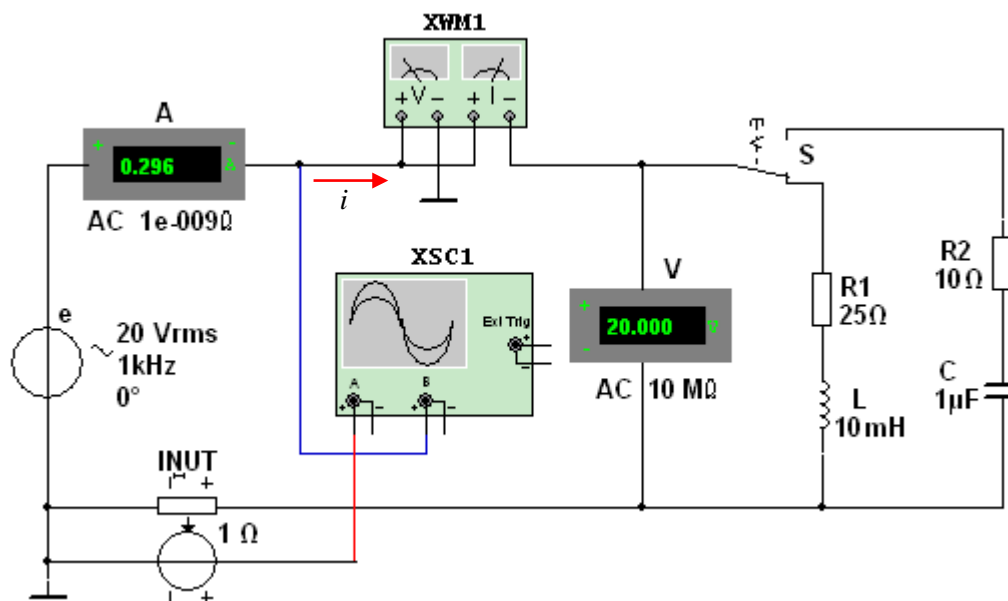

Рисунок 4
С этой целью **собрать** на рабочем поле программной среды MS1 схему цепи (рис. 4), либо **открыть** файл **1.5.MS10**, и **установить**:
**Примечание.** В модели осциллографа **XSC1** среды MS0 реализовано "внутреннее соединение" правых входов каналов **A** и **B** (рис.4) с узлом схемы цепи, к которому подключен элемент  $\perp$ , названный "Аналоговая земля". Поэтому не обязательно соединять проводниками правые выводы каналов **A** и **B** осциллографа с "заземлённым" узлом схемы. Элемент  $\perp$  имеет нулевой потенциал. Потенциалы других узлов схемы измеряются относительно заземлённого узла;
**Убедиться** (см. рис. 1.3, *a*), что ток  $i_1$  в  $R_1L$ -ветви *отстаёт* по фазе от напряжения  $u$  на угол  $\varphi_1 = \text{arctg}(X_L/R_1) = \text{arccos}(P_1/UI_1)$ , где  $P_1$  – показание ваттметра. **Скопировать** и **занести** на страницу электронной тетради копию рисунка-чертёжа смоделированной схемы рис.3 с показаниями ваттметра и осциллограммами на экране осциллографа (рис. 4).